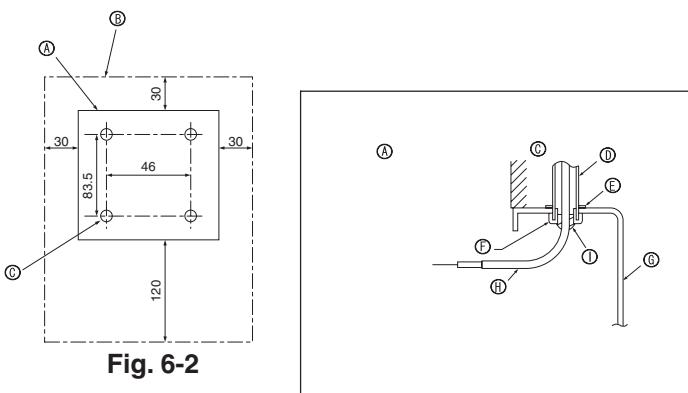

Fig. 6-2
- (1) Selezionare un luogo adatto per l'installazione del comando a distanza. (Fig. 6-2)
[Fig. 6-2]